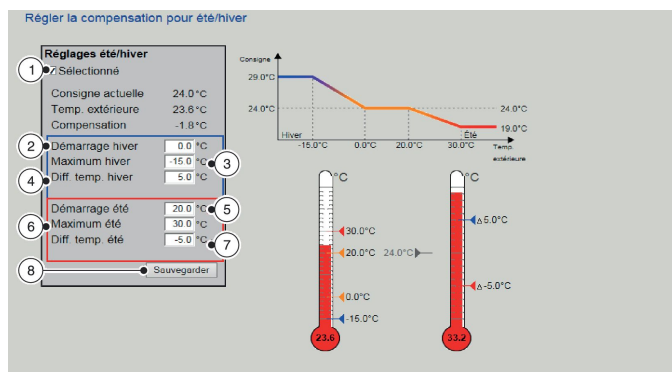

Fig. 31 : Compensation été/hiver
L'écran « Définir la compensation été/hiver » (Fig. 31) vous permet de régler les valeurs de la compensation de la température pour l'été et l'hiver.
2. Cocher la case (Fig. 31 /1) pour activer la compensation été/hiver.
3. Saisir la température de l'air extérieur à laquelle la compensation hivernale doit débuter (Fig. 31 /2).
4. Saisir la température de l'air extérieur pour la compensation hivernale maximale (Fig. 31 /3).
5. Régler la compensation hiver maximale de la valeur de consigne (Fig. 31 /4).
6. Saisir la température de l'air extérieur à laquelle la compensation estivale doit commencer (Fig. 31 /5).
7. Saisir la température de l'air extérieur pour la compensation estivale maximale (Fig. 31 /6).
8. Régler la compensation été maximale de la valeur de consigne (Fig. 31 /7).